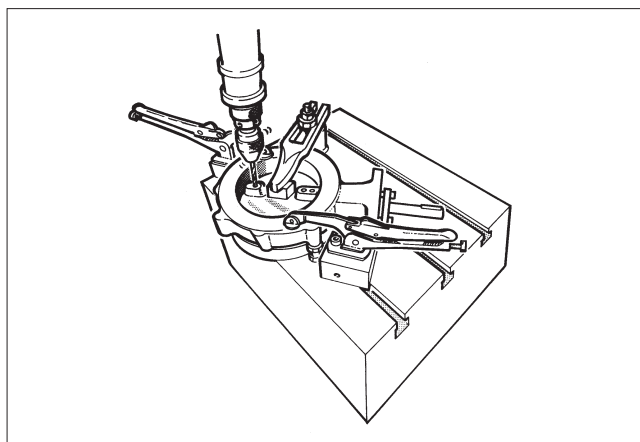

Fig. 14 Forage des goupilles
- Enlever l'anneau de bridage (2) et le siège (4) comme indiqué en 5.4.
- Poser la vanne horizontalement sur une surface rigide, avec la face plane du disque en contact avec cette surface (cf. figure 14).
- Percer les trous avec précaution au centre des goupilles (14), avec un forêt d'un diamètre inférieur de 0,2 à 0,5 mm à celui des goupilles. Forer profondément mais sans atteindre le disque.